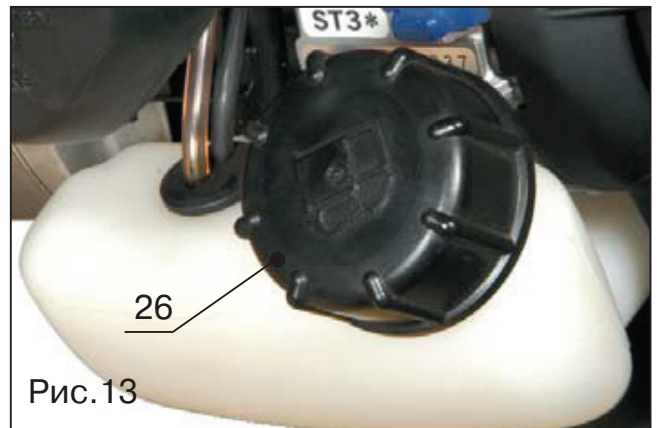

Рис.13
- Следует тщательно очистить всю поверхность рядом с крышкой бака (поз.26, рис.13), чтобы в него не попала грязь.
- Открутите крышку бака (поз.26, рис.13) и осторожно налейте бензин так, чтобы он заполнил бак до нижнего края патрубка. Наливайте осторожно, чтобы не расплескать бензин.
- Плотно закрутите крышку бака (поз.26, рис.13).